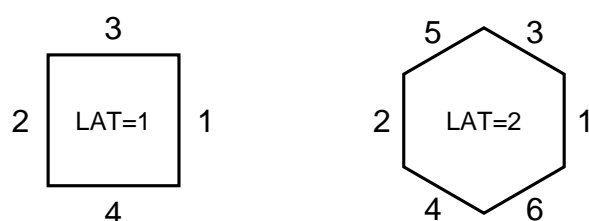
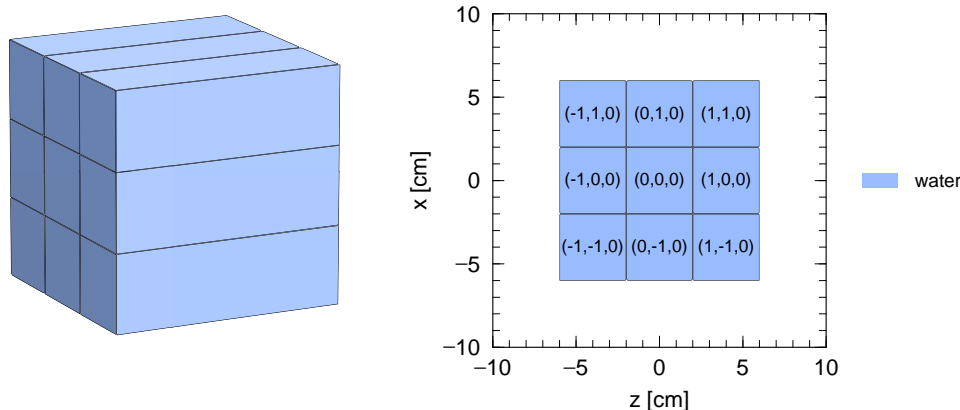
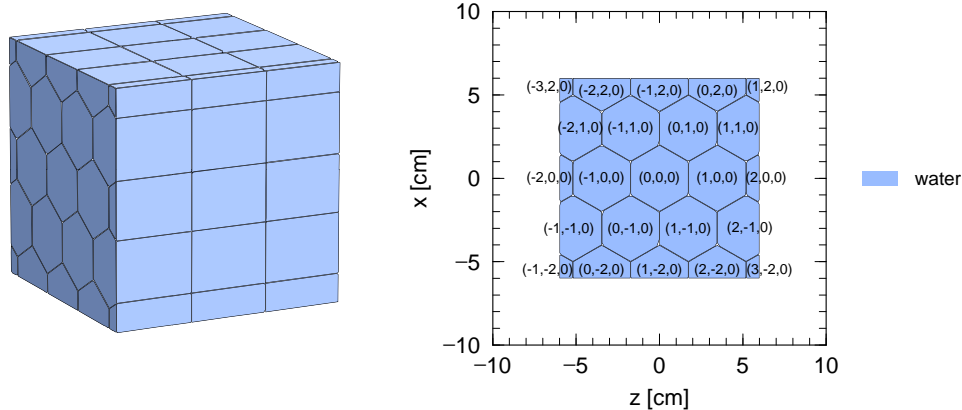

図 17: Lattice 構造の基本単位として使用できる四角形 (左) と六角形 (右)。各辺の番号は、LAT パラメータを定義する際の面の順番。
図 18: 例題 (6) の空間を立体的に見た図 (左) とこれを  $xz$  平面で切り取った断面図 (右)。各格子は、中に示された座標によって区別される。
図 19: 例題 (7) の空間を立体的に見た図 (左) とこれを  $xz$  平面で切り取った断面図 (右)。各格子は、中に示された座標によって区別される。
Lattice 構造は、図 17 に示す四角形と六角形の 2 種類の形状を基本単位として、格子状に繰り返し並べる機能です。U パラメータで指定して、基本格子を無限に並べた宇宙をつくります。ただし、その内部は別の U パラメータを用いて定義した宇宙で満たす必要があります。パラメータ LAT を用いて、四角形は LAT=1、六角形は LAT=2 として定義できます。図 17 に示した図形の各辺に付いた数字は各々の図形を定義する際の面の順番を意味しており、[surface] セクションで定義した面番号を図の数字の順に並べます。1 と 2、3 と 4、5 と 6 の面はそれぞれが平行な面として定義されている必要があります。もちろん、プラス側・マイナス側のどちらであるかも指定します。ただし、1 と 2 の長さ と 3 と 4 の長さを変えることは可能で、正方形や正六角形でなくても構いません。
5 行目で lattice の基本格子を定義しています。LAT=1 で扱うことができる形状は四角形ですが、3 次元の形状を考えると実際には四角柱となります。図 17 で示した様に、定義には最低 4 面必要で、4 面の場合は高さが無限大の四角柱となります。したがって、本例題で定義しているのは断面が一辺 4cm の正方形となる無限の高さをもつ四角柱となり、これが y 軸に関して平行かつ隙間無く並んでいる宇宙を universe 1 としています。この格子状の集まり全てがセル番号 101 の領域です。これとは別に 6 行目において、面記号 BOX を用いて一辺 20cm の立方体が原点にある宇宙を定義しており、これは universe 2 としています。このセル
番号 201 の立方体には水が入っており、**FILL=2** を用いることにより、セル番号 101 中の格子一つ一つが水で満たされることとなります。4 行目でセル番号 1 を **universe 1** で満たした領域として定義しており、これが一辺 12cm の立方体であることから、本例題の仮想空間は図 18 のようになります。左図が 3 次元的に見た立体図で、右図がこれを  $xz$  平面で切り取った断面図です。図を見てわかる様に、同じ四角柱が全部で 9 つ並んでいます。これらは、**universe 1** においては高さが無限大ですが、セル番号 1 の領域が  $y$  軸方向にも制限されているため、結果的に有限の高さをもつ四角柱となっています。もし、有限の高さをもった四角柱を **lattice** の基本単位としたい場合は、例えば面番号 23, 24 による領域の制限を 5 行目で加える必要があります。
図 18 の右図で示した様に、各円柱には **lattice** 座標  $(s, t, u)$  がふられており、各々の領域がセル番号 101 中のどれであるかを区別できるようになっています。ただし、この座標は必ずしも通常の座標  $(x, y, z)$  とは対応しておらず、単位格子を定義する際の面の順番で決まります。すなわち、図 17 の左図において、辺 2→1 の方向が  $s$ 、4→3 が  $t$  の方向となります。残りの  $u$  の向きは、 $s, t$  と同様にセル定義文の順番で決定されます。例題 (6) の 5 行目では、 $z$  軸方向、 $x$  軸方向の順番で定義しているため、 $s$  は  $z$  軸、 $t$  は  $x$  軸に対応付けがなされています。実際に図 18 の右図でも、 $z$  が増える方向に  $s$  が増加し、 $x$  が増える方向に  $t$  の値が増えていることがわかります。各タリーにおいて **mesh=reg** により領域指定する場合は、 $(201 < 101[-1 \ 0 \ 0] < 1)$  の書式を用います。これは“セル番号 1 を満たすセル番号 101 の **lattice** 座標  $(-1, 0, 0)$  に含まれているセル番号 201 の領域”という意味です。この書式に関しては 5.1.2 節をご参照ください。なお **lattice** 座標  $(s, t, u)$  は、**[t-gshow]** タリーにおいて **output=7 or 8** を指定することで表示させることができます。
17~23行目で正六角形をつくるための面の定義を行っています。これらを組み合わせると、 $xz$ 平面で見た場合に正六角形となり、 $y$ 軸に垂直な六角柱となります。ここで、正六角形の一辺の長さを  $2\text{cm}$  とし、これを  $c1$  として定数定義しています。また、組み込み定数である  $\text{pi}$  (円周率  $\pi$ ) および面記号  $\text{PZ}$ ,  $\text{P}$  を用いて、 $60$  度ずつ回転した平面を定義しています。Lattice 構造の基本格子は 5 行目で定義しており、セル定義文中の面番号の順番は図 17 の右図にある数字の通りとなっています。ただし、最後に面番号 23, 24 による  $y$  軸方向の制限を加えています。したがって本例題では、高さが  $4\text{cm}$ 、一辺が  $2\text{cm}$  の六角柱を無限に並べた宇宙が **universe 1** となります。各六角柱には 6 行目で定義した **universe 2** が入っており、実質的には水で満たされたセル番号 201 が入っていることとなります。4 行目で、先の例題と同様に、セル番号 1 の領域を **universe 1** で満たしており、本例題の結果は図 19 となります。左図が立体図、右図がこれを  $xz$  平面で切った断面図です。左図からわかる様に、六角柱が詰められた **universe 1** から立方体の領域だけを切り取った形状になっています。また、 $y$  軸方向にも 3 列が並んでおりますが、その高さは揃えられており、いわゆる 3 次元のハニカム構造はつきりません。右図では各領域に lattice 座標  $(s, t, u)$  が付けられています。図を見てわかる様に、 $s$  は左から右、 $t$  は左下から右上に向かって増加しており、これらはやはり 5 行目のセル定義文のところに並べる順番に依存します。図 17 の右図において、辺  $2 \rightarrow 1$  の方向が  $s$ 、 $4 \rightarrow 3$  が  $t$  の方向となります。 $u$  についても同様で、面番号  $24 \rightarrow 23$  の順番であれば  $y$  軸方向に、 $23 \rightarrow 24$  であれば  $-y$  軸方向に  $u$  の値は増加します。各タリーにおいて  $\text{mesh=reg}$  により領域指定する場合は、 $(201 < 101[-2 \ 0 \ 0] < 1)$  の書式を用います。これは“セル番号 1 を満たしたセル番号 101 の lattice 座標  $(-2, 0, 0)$  に含まれているセル番号 201 の領域”という意味です。この書式の詳細は 5.1.2 節をご覧ください。なお lattice 座標  $(s, t, u)$  は、 $[\text{t-gshow}]$  タリーにおいて  $\text{output}=7$  or  $8$  を指定することで表示させることができます。